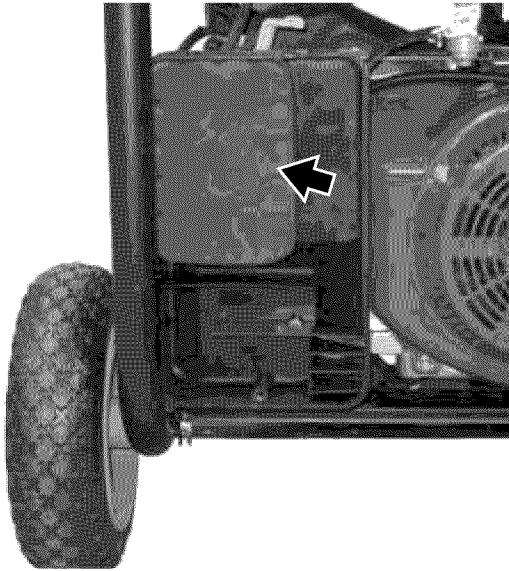

Figura 36 – Procedimiento para retirar el elemento del filtro de aire
5. Retire el elemento de espuma del filtro de aire (vea la Figura 36).